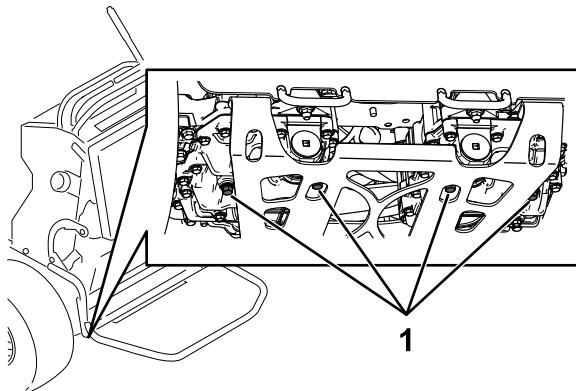

Рисунок 73
3. Найдите пробки сливных отверстий в нижней части трансмиссии и установите сливной поддон под пробку (Рисунок 73).